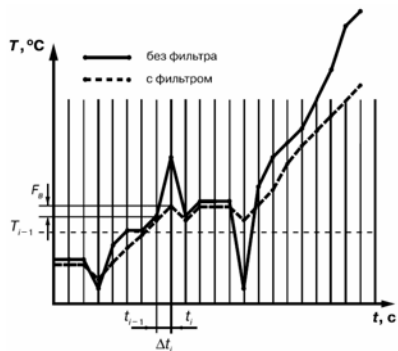

Рисунок 3.4
3.1.4.4.2 Полоса цифрового фильтра позволяет защитить измерительный тракт от единичных помех и задается в единицах измеряемой величины. Если измеренное значение  $T_i$  отличается от предыдущего  $T_{i-1}$  на величину, большую, чем значение параметра  $Fb$ , то прибор присваивает ему значение равное  $(T_i + Fb)$  (рисунок 3.4). Таким образом, характеристика сглаживается.